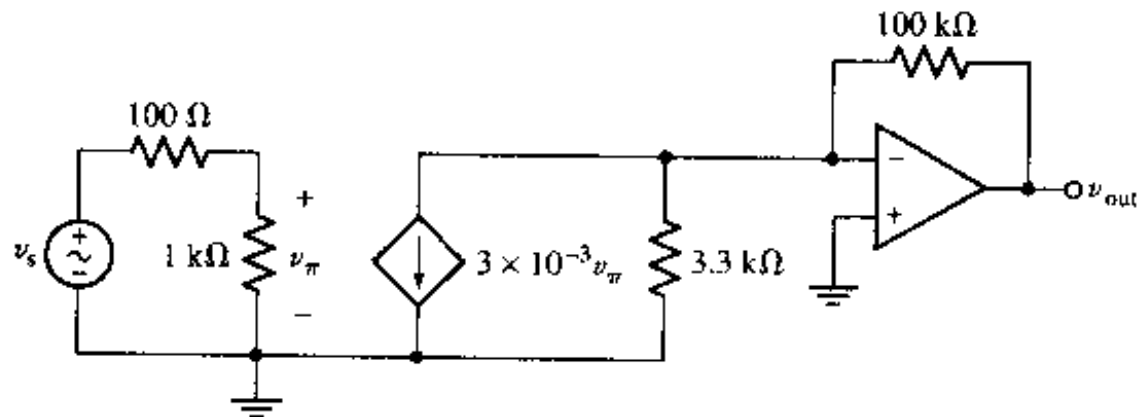

图 6.34
13. 如果图 6.34 所示电路中 $v_i = 5 \sin 3t$, 计算 $t = 0.25 \text{ s}$ 时的 v_{out} 。
14. 对于图 6.34 中的电路, 采用合适的电路分析方法来计算 v_{out} 。